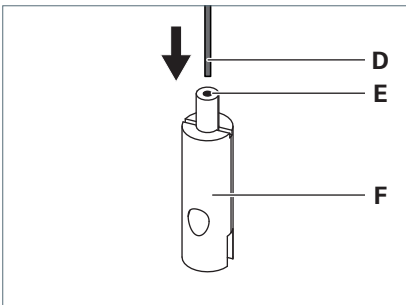

Fig. 15: Drahtseilhalter montieren.
- ▶ Führen Sie das Drahtseil **D** durch die Führungsbuchse **E** des Drahtseilhalters **F**, siehe Fig. 15.